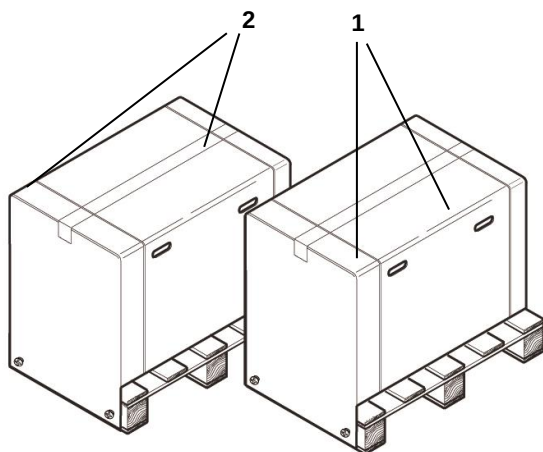

Рис. 6.1-1
Упаковка и оборудование хрупкие, обращайтесь с ними с осторожностью. Перевозите оборудование без резких рывков и ударов. РУЧКИ НА УПАКОВКЕ (1 Рис. 6.1-1) ИСПОЛЬЗУЮТСЯ ТОЛЬКО ДЛЯ ВЕРТИКАЛЬНОГО ПОДЪЕМА. Храните упаковку в сухом и защищенном месте. Упаковка должна быть сохранена в течение всего гарантийного периода.
- откройте коробку, не повредив стяжек, удерживающих коробку (2 на рис. 6.1-1);